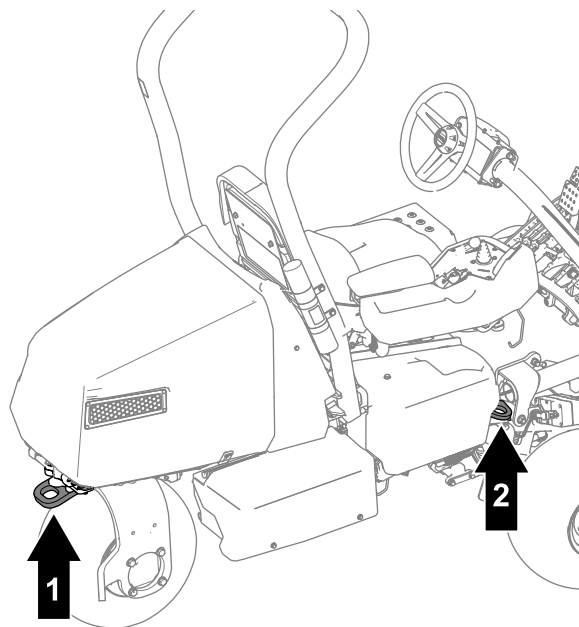

Figure 29
- Arrimez solidement la machine au moyen de sangles, chaînes, câbles ou cordes. Les sangles avant et arrière doivent être dirigées vers le bas et l'extérieur de la machine (Figure 29).